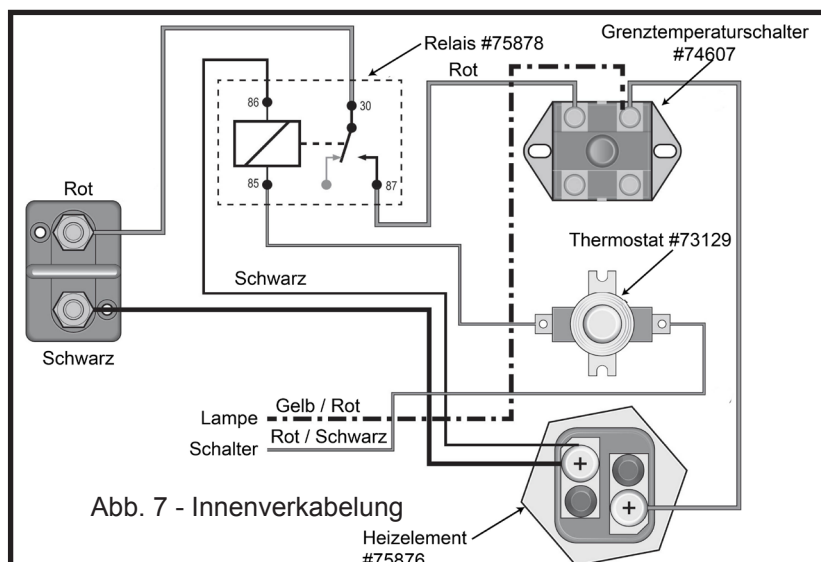

Abb. 7 - Innenverkabelung
Für den Warmwasserbereiter sind folgende Ersatzteile von Whale® erhältlich (Abb. 7)
**HINWEIS:** Abb. 7 zeigt die Innenverkabelung des Warmwasserbereiters. Hinweise zur Wartung der hervorgehobenen Komponenten erhalten Sie beim Whale®-Support (Abschnitt 13) oder einem Schiffselektriker.